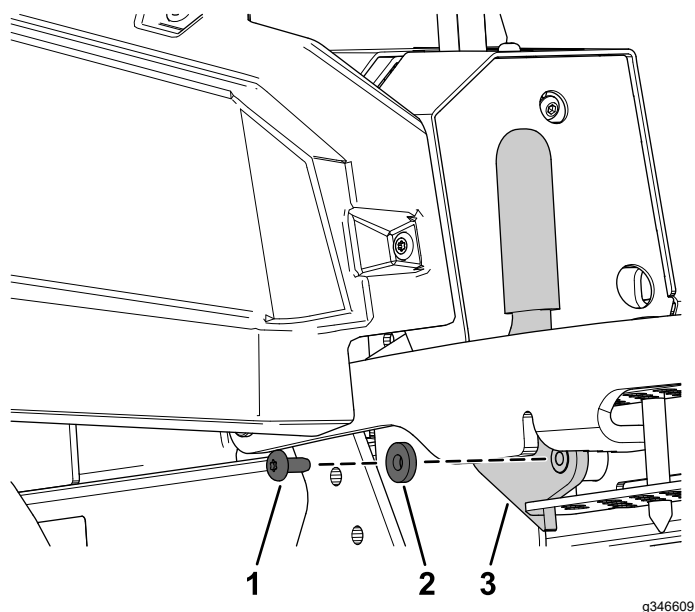

Figura 22
3. Retire o parafuso, anilha e bloqueio de transporte (Figura 22).